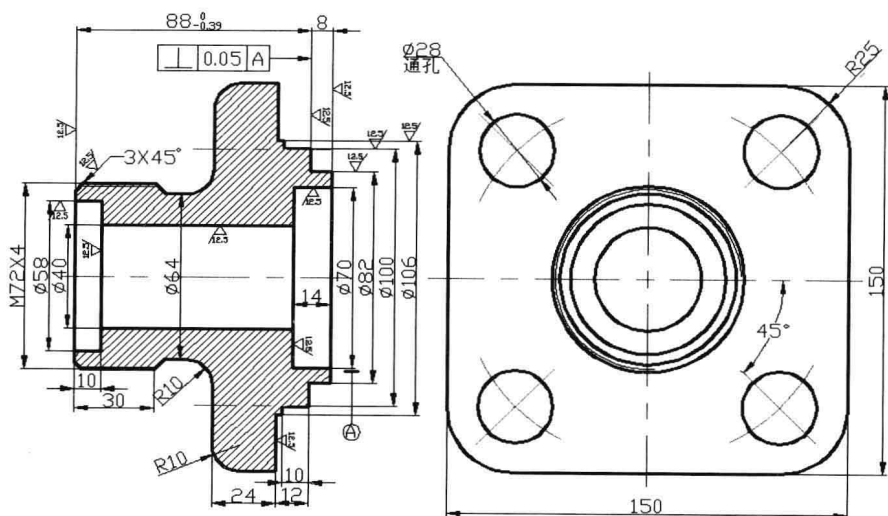

图 7-9-1
- (1) 为阀盖平面图标注尺寸、公差、粗糙度，如图 7-9-1 所示。